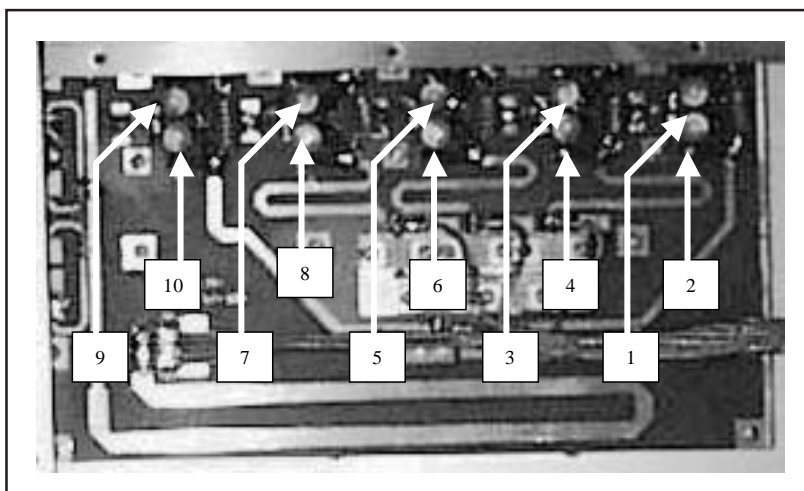

Figura 4
- 6) Regolare le capacità variabili (1) e (2), relative all'uscita del primo amplificatore (Figura 4) per massimizzare il livello della potenza misurata dallo strumento dell'accoppiatore.